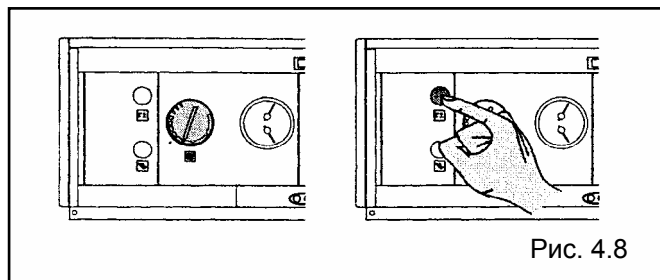

Рис. 4.8
- при изменении настройки регулирующего термостата (рис. 4.8);
- при выключении и последующем включении выключателя на панели управления (рис. 4.8);